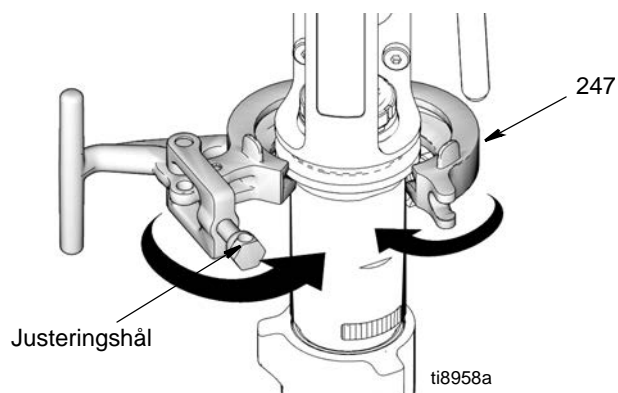

FIG. 22
3. (Fig. 22) Stäng klämman (247) omkring pump (111) och stäng den.